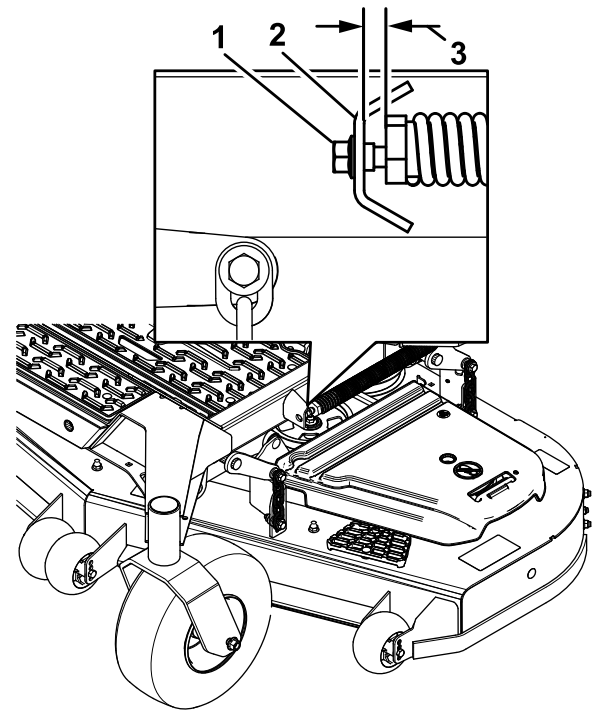

Figure 98
10. Desserrez lentement la vis de réglage sur le ressort d'aide au levage jusqu'à ce que vous puissiez enlever la vis (Figure 98).